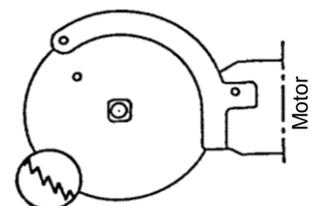

Abb. 7.3 – Richtung der Blattzähne
- 1) Einsatzfähiges Sägeblatt auf Aufnahme-Vierkant setzen; Zähne müssen an der Unterseite Richtung Motor zeigen, s. Abb. 7.3.
- 2) Haltestift (A) in Bohrung Sägeblatt (H) stecken und mit Sägeblatt gegen Schutzhaube (T) drehen. Gabelschlüssel (G) auf Skt.-Spannmutter (M) setzen und in dargestellter Richtung stark spannen (Anzugsmoment: 50 Nm). Skt.-Spannmutter nicht gewaltsam anziehen.